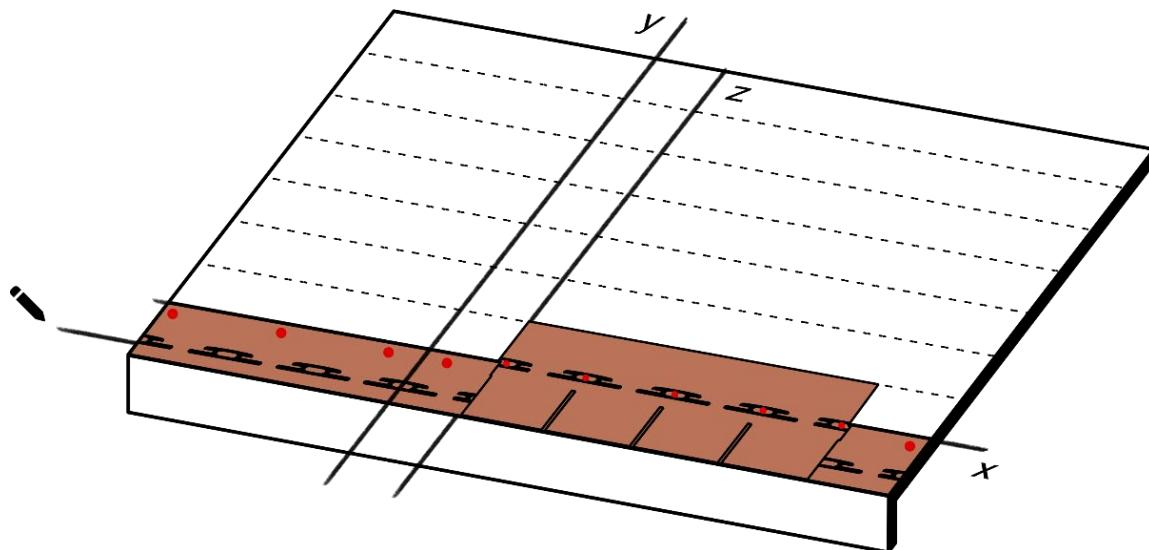
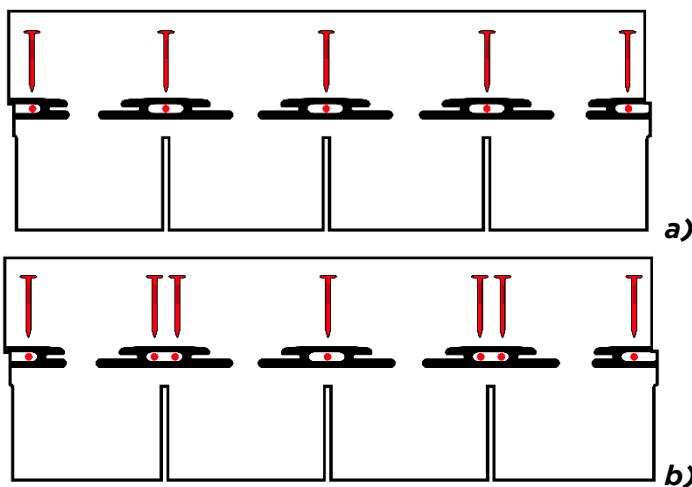

Fig. 7 - Posa delle tegole
Fig. 8 - Chiodatura tegole **a) pendenze <60°; **b)** pendenze >60°**
- Applicare in corrispondenza della linea di gronda, sopra alla membrana/sottotegola, un cordolo di adesivo bituminoso Bitustick - Fig. 7;
- Procedere con la posa della prima fila di tegole: allineare il bordo laterale della prima tegola sulla verticale **z** e il bordo superiore sull'orizzontale distante 14,5 cm da **x** - Fig. 7. Chiodare la tegola al sottofondo posizionando 5 chiodi per tegola, al centro delle pastiglie, come da Fig. 8 a). Nel caso di pendenze di falda tra 60°- 85°, posizionare 2 chiodi aggiuntivi vicino al secondo e al quarto chiodo, per un totale di 7 chiodi per tegola, come da Fig. 8 b). Procedere con la posa di tutte le tegole della fila.